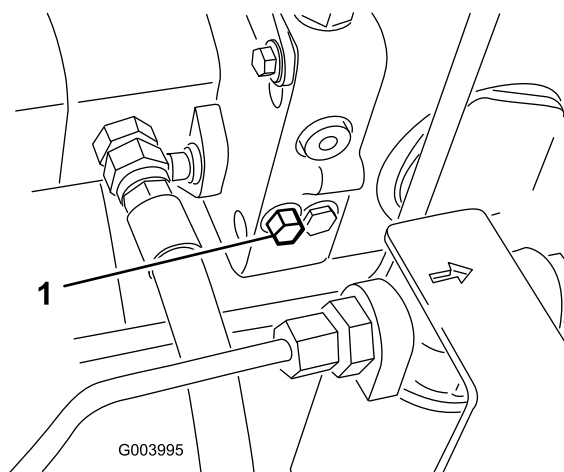

Figura 22
1. A válvula de derivação está localizada no lado esquerdo do hidrostato (Figura 22). Rode o parafuso 1-1/2 voltas para abrir para permitir a passagem do óleo internamente. Após este procedimento, torna-se possível deslocar lentamente a máquina sem danificar a transmissão.